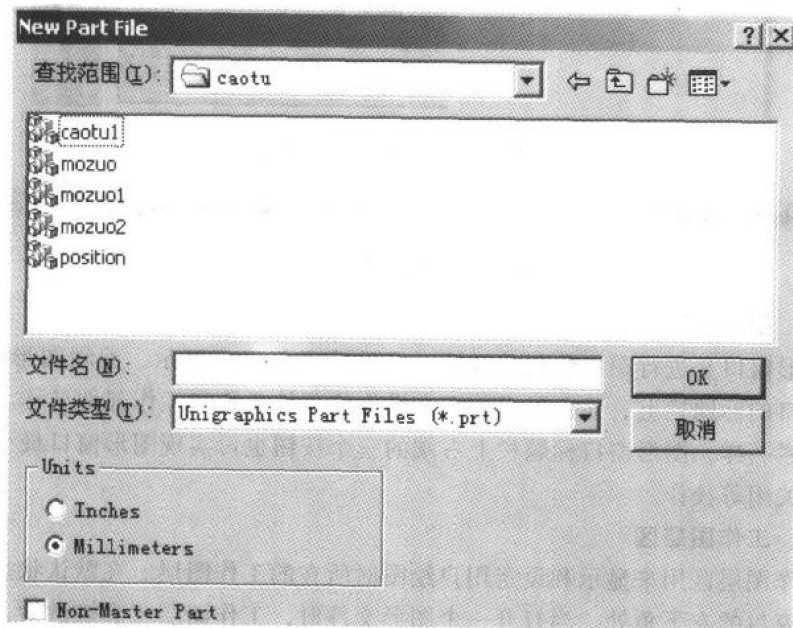

图 1-5 新建文件对话框
1) 选择 File→New, 或者选择新建图标, 弹出如图 1-5 所示的对话框。